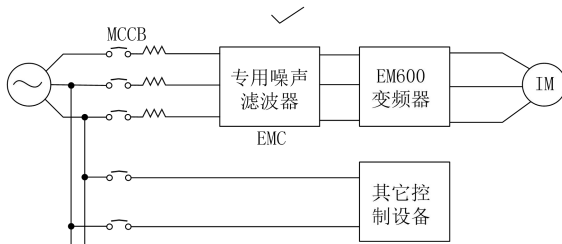

图 3- 6 噪声滤波器的正确安装
- 噪声滤波器的正确和错误安装方式如图 3- 6 和图 3- 7 所示。